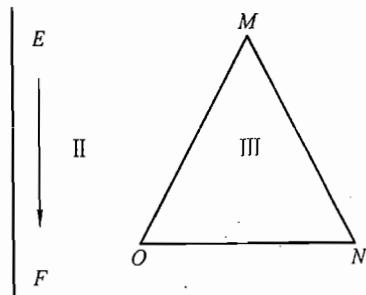

图 4-2 第六题图
六、(10分) 在 FCC 晶体的 (111) 面上有一自左向右扫过的 Shockley 分位错  $\overline{EF}$  和一正三角形空位片  $MNO$ , 如图 4-2 所示, 已知  $\overline{NO}$  为  $[1\bar{1}0]$ 。